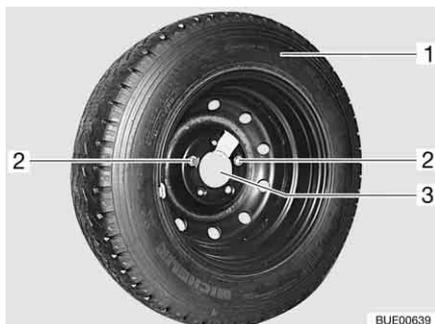

Fig. 281 Supporto per la ruota di scorta nel garage di coda
- Svitare e rimuovere entrambe le viti di fissaggio (Fig. 281,2) con la dotazione attrezzi.
- Rimuovere la ruota di scorta (Fig. 281,1) dal supporto (Fig. 281,3).